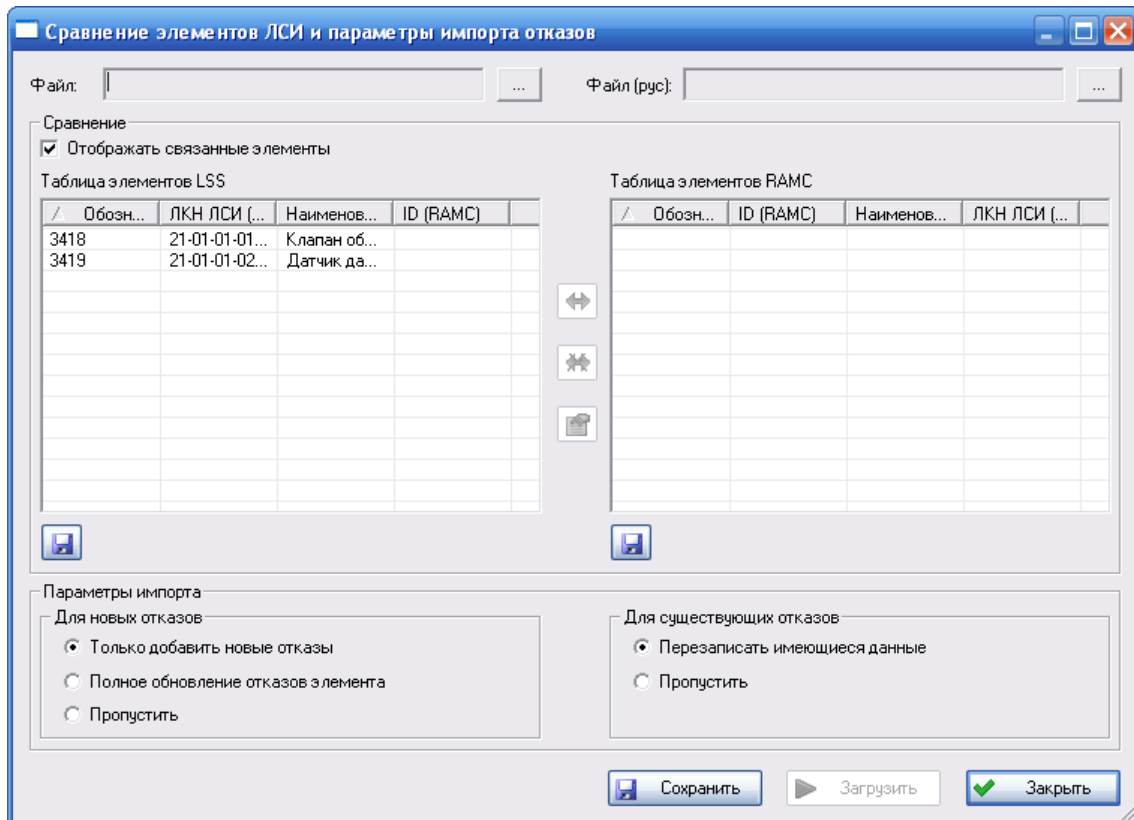

Рис. 14-10
3. В появившемся окне **Сравнение элементов ЛСИ и параметры импорта отказов** настройте параметры импорта (рис. 14-10).